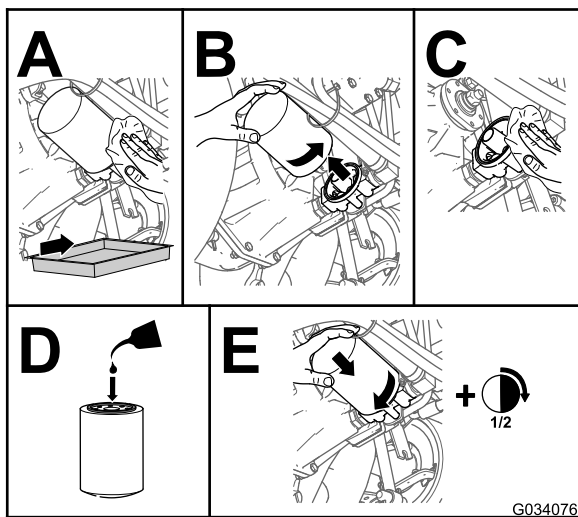

Figura 86
4. Sostituite il filtro idraulico (Figura 86).